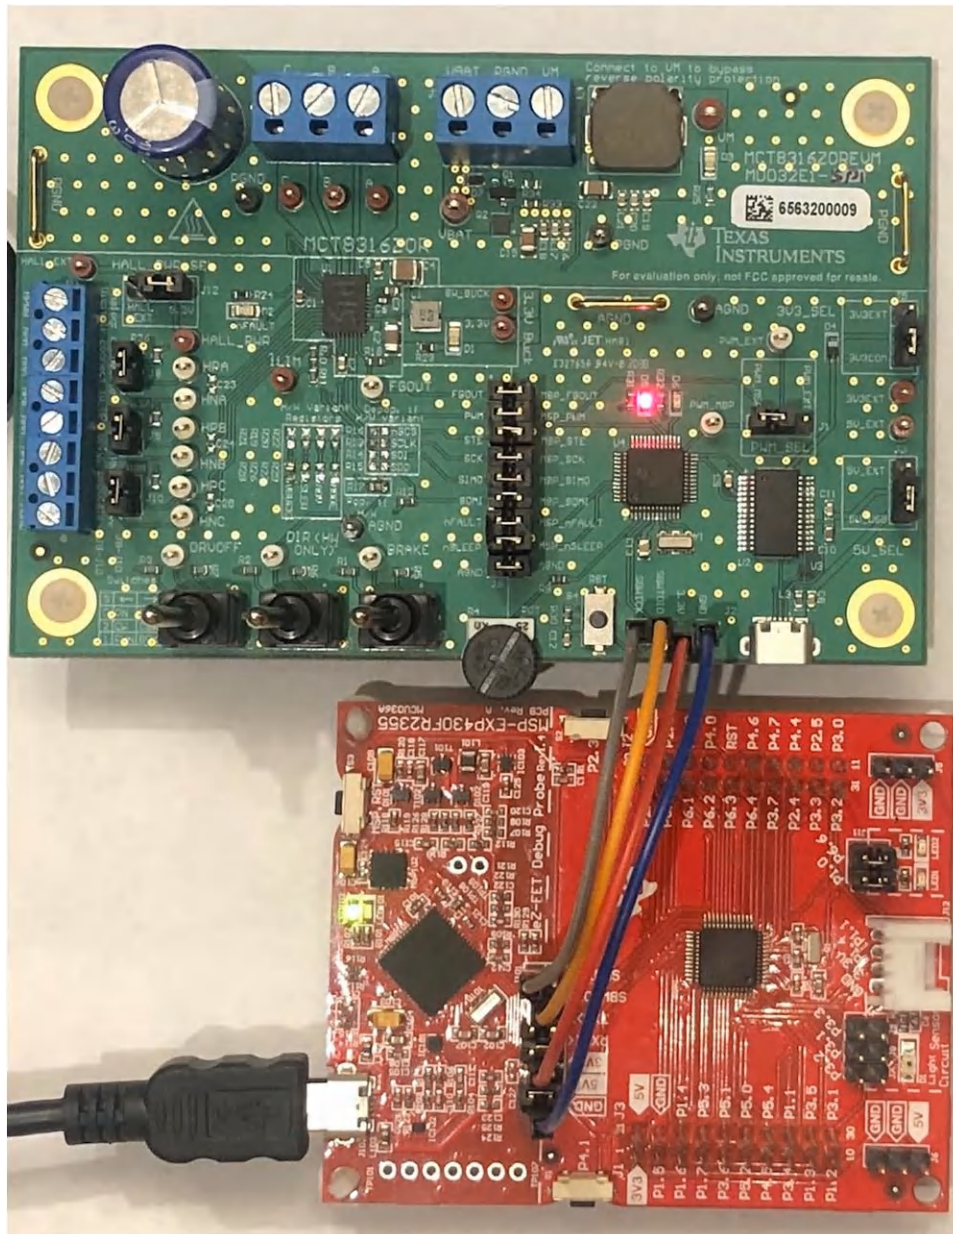

图 6-2. MSP430 LaunchPad™ eZ-FET 探针连接到 MCT8316ZTEVM
2. 将 GND、3V3、SBWTCK 和 SBWTDIO 信号 LaunchPad eZ-FET 侧的顶部引脚连接到 MCT8316ZTEVM 的 J4 上的各自引脚，如表 6-1 和图 6-2 所示。